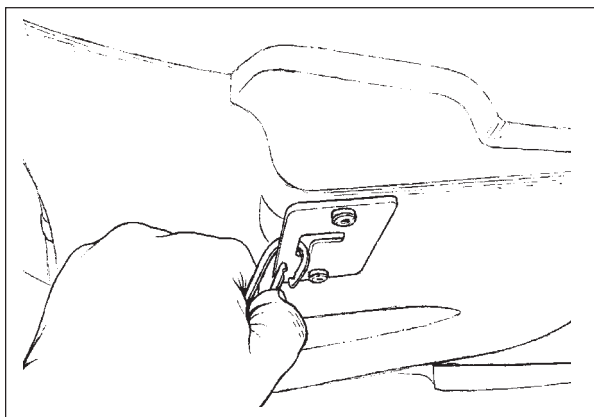

Abb. 10
6. Haken Sie Halteklemme am Rückföhrtank aus (siehe Abb. 10).
13. Bringen Sie Halteklemme am Rückföhrtank wieder an (siehe Abb. 10).